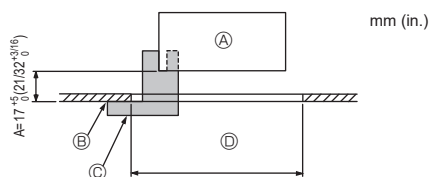
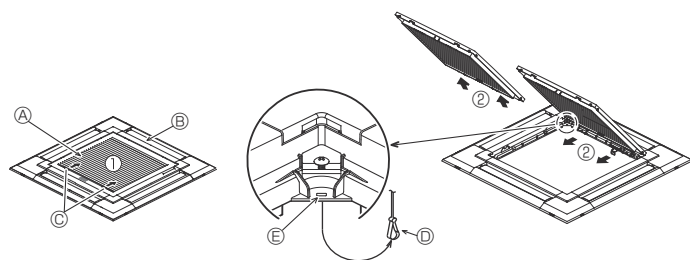
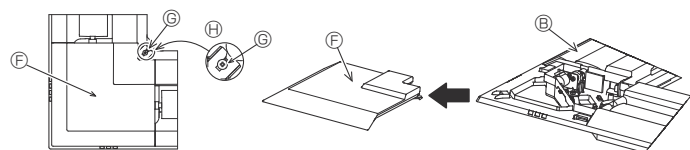

Fig. 6-2
Fig. 6-3
Fig. 6-4
①	Grille	1	950 × 950 (mm), 37-13/32 × 37-13/32 (in.)
②	Jauge	1	Divisée en quatre parties
③	Vis (4 × 16)	1	Pour PLFY-EL-NEMU-A
④	Panneau en coin 3D i-see Sensor	1	Pour PLFY-EL-NEMU-A
6.2. Préparation avant d'attacher la grille (Fig. 6-2)
- A l'aide de la jauge ② fournie avec ce kit, régler et vérifier la position de l'appareil par rapport au plafond. Si l'appareil n'est pas correctement positionné, il y aura des risques de fuites d'air et de la condensation pourrait s'accumuler.
- Ⓒ Jauge ② (insérée dans l'appareil)
6.2.1. Retrait de la grille d'admission (Fig. 6-3)
- Pour ouvrir la grille d'admission, faire glisser les leviers dans le sens indiqué par la flèche ①.
- Lorsque la grille se trouve en position "ouverte", retirer la charnière de la grille d'admission comme indiqué par la flèche ②.
6.2.2. Retrait du panneau en coin (Fig. 6-4)
- Retirer la vis du coin du panneau en coin. Faire glisser le panneau comme indiqué par la flèche ① pour le déposer.
[Fig. 6-3] [Fig. 6-4]